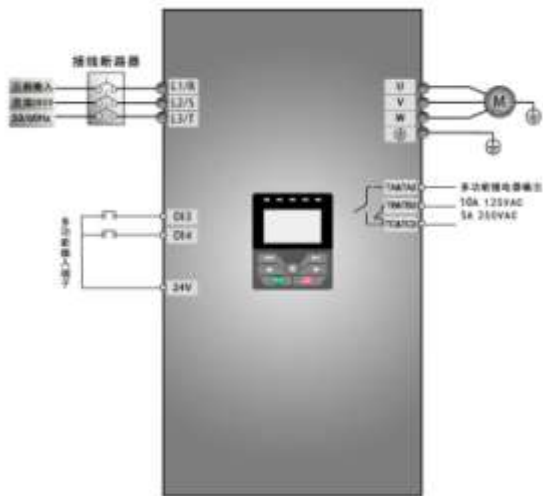

图 5-2 接线图 2
(1) 按图 5-2 配线，检查接线正确后，合上空气开关，变频器上电；